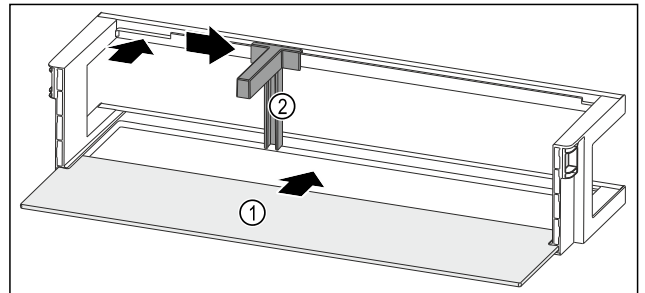

Fig. 252 Ajtópolc tárolólappal
- ▶ Tolja be a tárolólapot Fig. 252 (1) az oldalsó bemarásokba.
- ▶ Helyezze be a palacktartót Fig. 252 (2) a mélyedésbe.
- ▶ Tolja oldalra a kívánt pozícióba a palacktartót Fig. 252 (2).